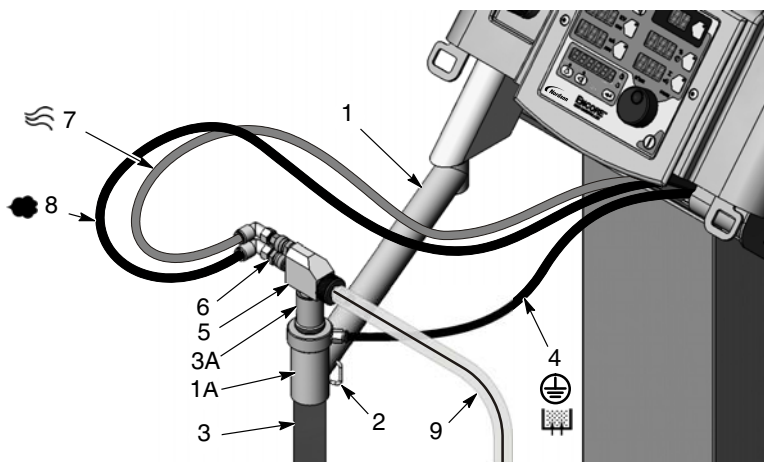

Figura 3-6 Sistema VBF - Installazione del tubo di raccolta e della pompa
1. Vedi figura 3-6. Disimballare il tubo di aspirazione (3).
2. Tendere il braccio del tubo di raccolta sopra la tavola del vibratore (1), togliere di mezzo il gancio del tubo di raccolta (2), poi infilare il tubo di raccolta nel portatubo (1A).
3. Installare la pompa (5) nell'adattatore della pompa (3A) con un leggero movimento rotatorio.
- tubo blu da 8 mm dell'aria di nebulizzazione (7) nel raccordo superiore sulla pompa,
- tubo nero da 8 mm dell'aria di flusso (8) nel raccordo inferiore sulla pompa
- tubo nero da 6 mm dell'aria fluidizzante (4) nel raccordo del tubo sul tubo di raccolta.